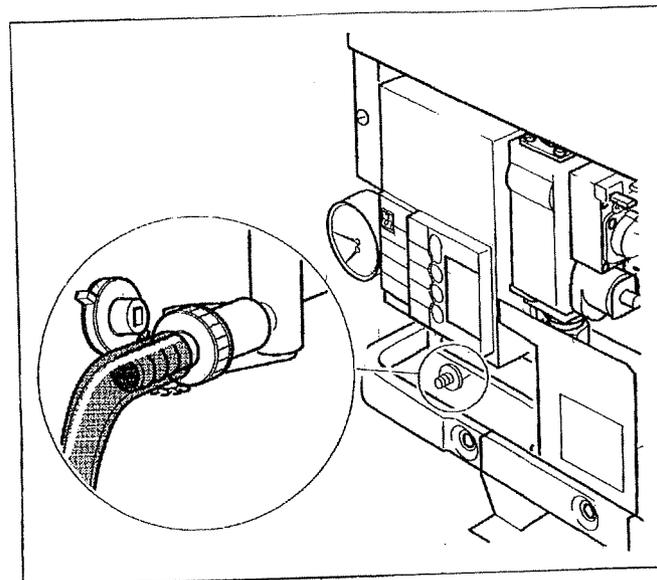

Fig. 8 Riempimento dell'impianto di riscaldamento
- ◆ Inserire nell'apposito rubinetto il tubo flessibile, riempito di acqua, ed aprire il rubinetto con la chiave a testa quadra che si trova sul retro del coperchio (Fig. 8).